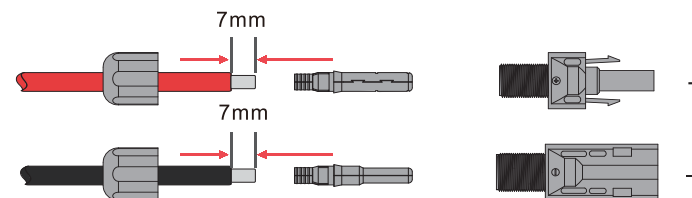

Figure 4.1-1 Câbles PV et connecteurs PV
Étape 1 : Dénudez l'isolant du câble PV sur 7 mm, démontez l'écrou du connecteur et faites passer un câble PV à travers l'écrou du connecteur. Répétez cette opération pour tous les câbles PV, en portant une attention particulière à la polarité du connecteur, comme indiqué à la Figure 4.1-1.